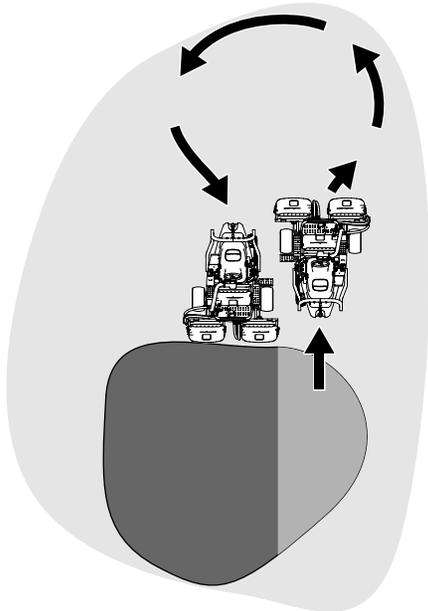

图23
6. 要缩短下一趟剪草的操作时间并方便剪出直线应轻轻朝相反方向转动机器然后再转向未剪部分进行泪滴状的转弯图23快速对齐进行下一趟剪草。